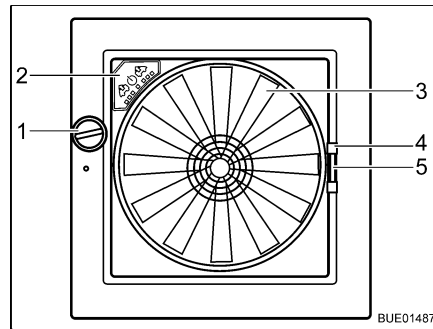

Bild 91 Dachhaube Omni-Vent
**Öffnen:** ■ Drehknopf (Bild 91,1) drehen, bis der gewünschte Öffnungswinkel erreicht ist.
**Schließen:** ■ Drehknopf (Bild 91,1) drehen, bis Dachhaube vollständig geschlossen ist.
**Schließen:** ■ Insektenschutz am Griff (Bild 91,4) zur gegenüberliegenden Rahmen-seite ziehen.
**Schließen:** ■ Griff (Bild 91,5) der Verdunklung zusammendrücken.
**Ventilator** Wenn die Dachhaube geöffnet ist, kann der Innenraum mit dem 6-stufigen Ventilator (Bild 91,3) belüftet und entlüftet werden. Der Ventilator wird am Bedienfeld (Bild 91,2) bedient.